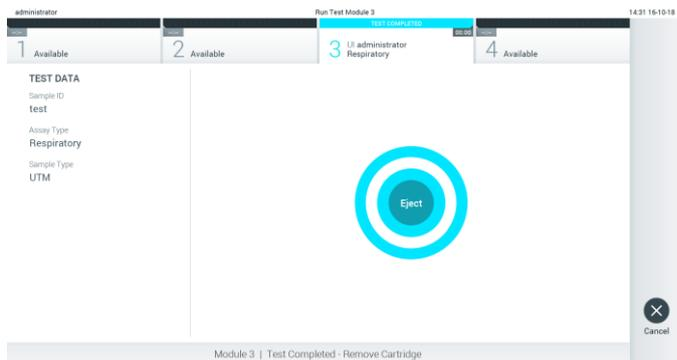

Figura 29. Visualización de la pantalla Eject (Expulsar).
- Una vez finalizada la prueba, aparecerá la pantalla Eject (Expulsar; figura 29).